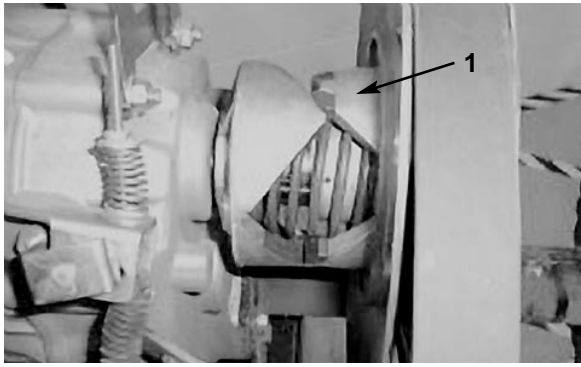

Figure 17
3. Vérifiez si la boîte-pont est bloquée au point mort en tournant l'embrayage secondaire (Fig. 17). Les roues ne doivent pas tourner.